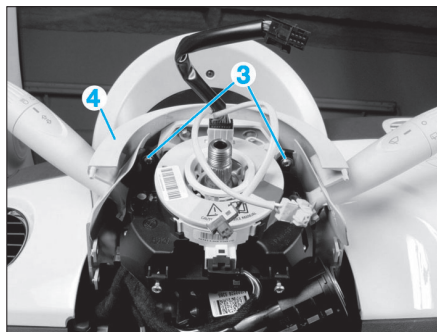

Fig. 4
- Dévisser les vis (3) et déposer la demi-coquille supérieure (4) de colonne de direction (Fig.4).